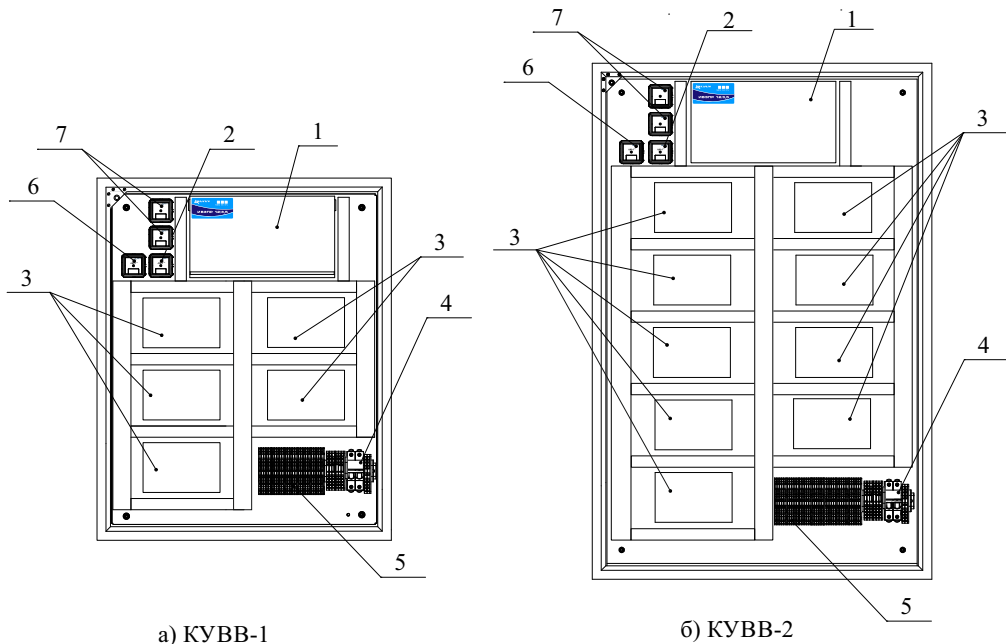

Рисунок 2
5.1 Концентратор конструктивно выполнен в прямоугольном металлическом корпусе (рисунок 2), внутри которого размещены: